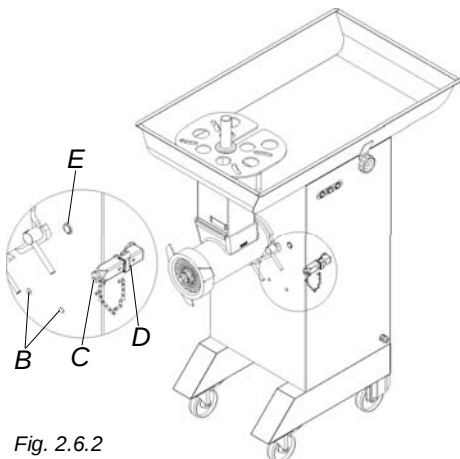
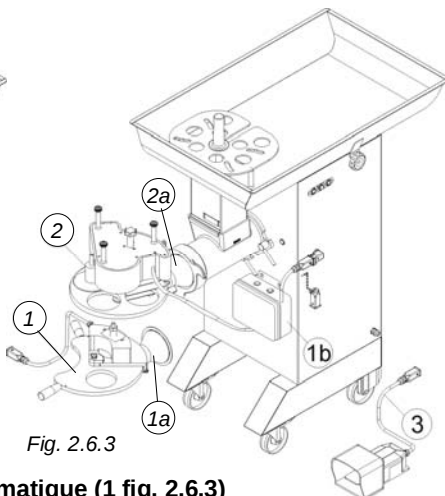

Fig. 2.6.2
Fig. 2.6.3
2.6.2 Machine à hamburger semi-automatique (1 fig. 2.6.3)
- une partie qui est fixée de façon rigide à la bouche à l'aide de la bague-collier de la bouche elle-même (1a fig. 2.6.3);
- un connecteur ILME mâle sortant de celle-ci qui se branche au connecteur correspondant femelle (D fig. 2.6.2) présent sur la machine.
2.6.3 Machine à hamburger automatique (2 fig. 2.6.3)
- une partie qui est fixée de façon rigide à la bouche à l'aide de la bague-collier de la bouche elle-même (2a fig. 2.6.3);
- une boîte électrique (1b fig. 2.6.3) accrochée à la machine avec deux pivots (B fig. 2.6.2);
2.6.4 Pédalier (3 fig. 2.6.3)
N.B.: Une fois les applications 2.6.3 - 2.6.4 - 2.6.5 branchées comme ci-dessus, pour les rendre actives, il faut appuyer sur le bouton E. En absence d'utilisation de l'application pendant 20 secondes, ce bouton devra être réactivé pour rendre l'accessoire à nouveau opérationnel. Une fois l'utilisation de l'accessoire terminée, afin de garantir le fonctionnement standard de la machine, il est important de remettre le bouchon C en place comme dans la figure 2.6.2.